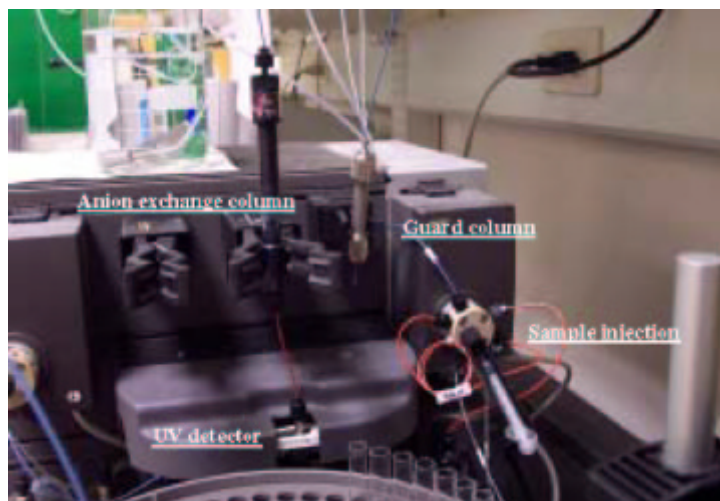

Fig 7 HPLC 側面圖，包含了 column, Sample injection, UV detector, 以及圓形的 auto fraction 四個部份。UV detector 包含了三種光以供偵測, 有 280 nm, 254 nm, 214 nm。
(1) 開啟軟體前先将儀器管路裝置好 (Fig 7)
(2) 啟動軟體 UNICORN
- (3) 開啟後輸入登入帳號，登入後會開啟 4 個子程式：main, method editor, system control, and evaluation
- (4) 實驗流程設計